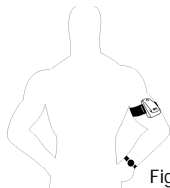

Fig. 3
- Glissez votre main dans le bracelet pour placer le capteur et le bracelet sur votre bras. La montre doit être portée sur le même bras. (Fig. 3)